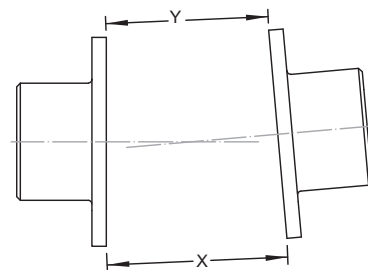

Figura 8 - Desalinhamento angular.
8.7. O valor do “desalinhamento angular” é a diferença máxima entre as medidas X e Y tomadas nas extremidades opostas dos flanges dos cubos, conforme mostra a Figura 8.